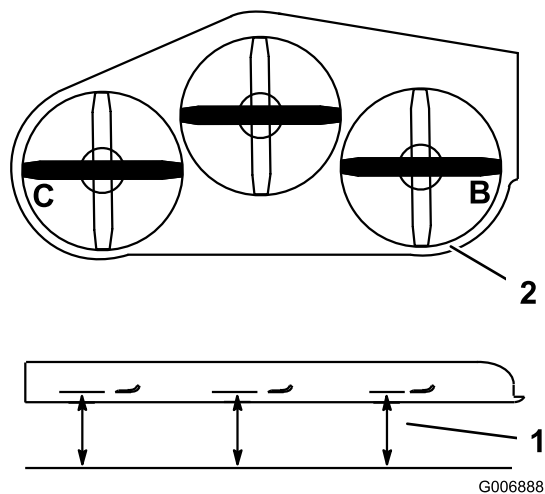

Figure 80
1. Tournez la lame **droite** latéralement (Figure 80).
2. Mesurez la distance au point **B** entre la surface plane et le tranchant de la pointe de la lame droite (Figure 80).
4. Tournez la lame gauche dans le sens transversal (Figure 80).
5. Mesurez la distance au point **C** entre la surface plane et le tranchant de la pointe de la lame gauche (Figure 80).